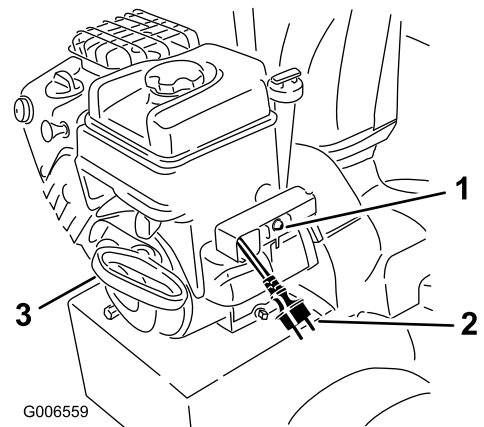

Figure 30
7. Démarrez la souffeuse à neige en tirant sur le lanceur ou en appuyant sur le bouton du démarreur électrique (tous les modèles sauf le modèle 38597) (Figure 30).